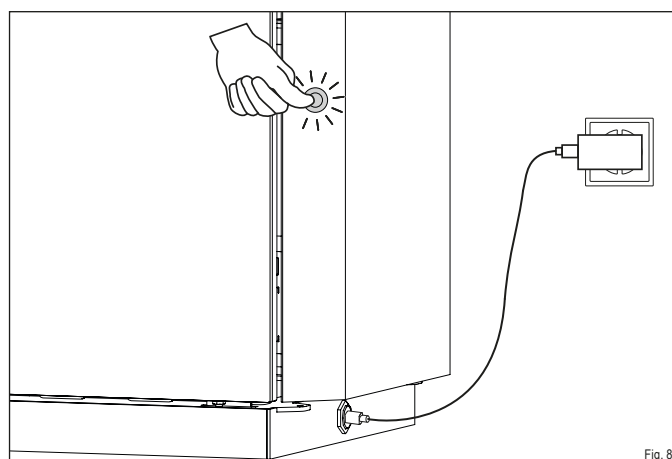

Fig. 8
- Appuyez sur l'interrupteur marche/arrêt (Fig. 8).